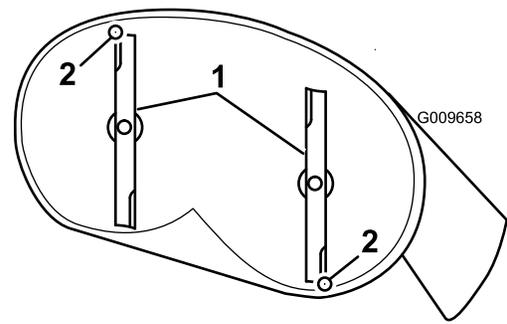

Figura 52
5. Mida entre la punta de la cuchilla delantera y la superficie plana y entre la punta de la cuchilla trasera y la superficie plana (**Figura 52**).
4. Gire cuidadosamente las cuchillas colocándolas en el sentido de avance de la máquina (**Figura 52**).
cuchilla delantera esté entre 1.6 y 7.9 mm (1/16" a 5/16") más baja que la punta de la cuchilla trasera (Figura 52).